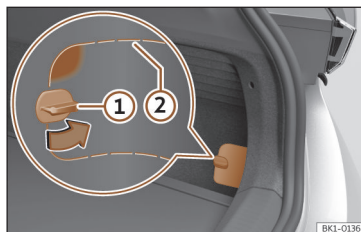

Fig. 61 Na parte inferior direita do revestimento da bagageira: tampa com linhas de corte.
- Rode 90° o fecho da tampa >>> Fig. 61 ①.
- Pressione a superfície para dentro por cima do fecho >>> **Fig. 61** (zona assinalada).
>>> **Fig. 61** ②.